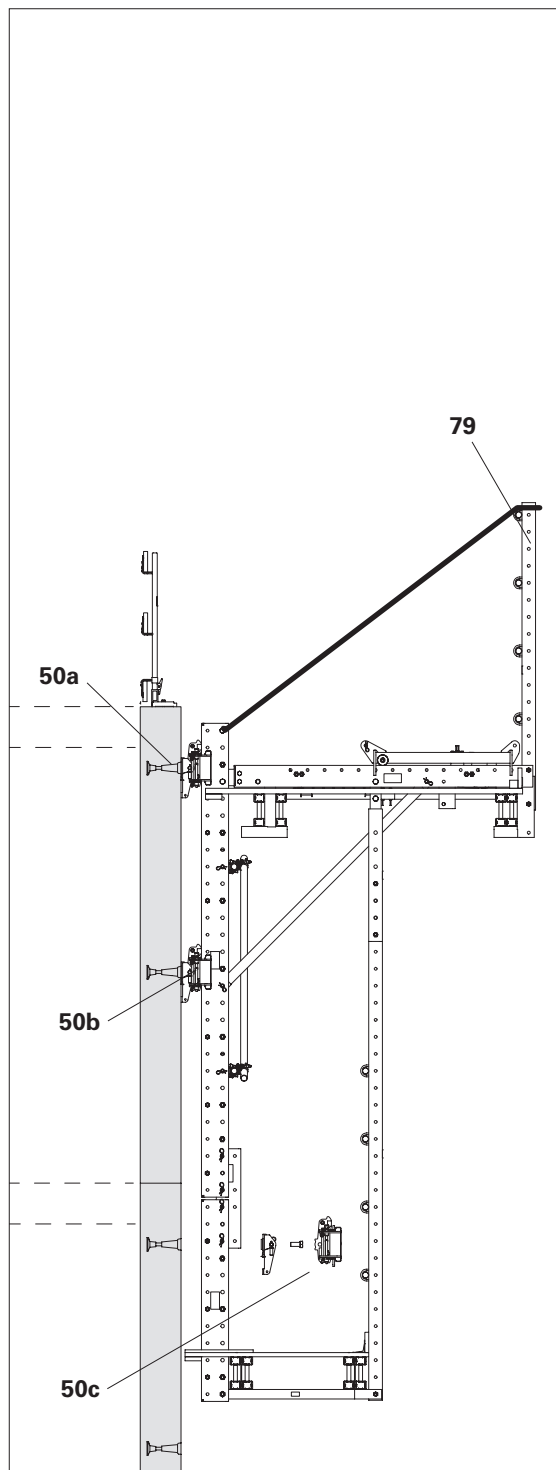

Fig. E1.02
2. Rimuovere o stabilizzare la protezione laterale (**79**) della piattaforma di servizio. Vedere sezione "C2 Pre-assemblaggio del gruppo mensola" a pagina 74. (Fig. E1.02)